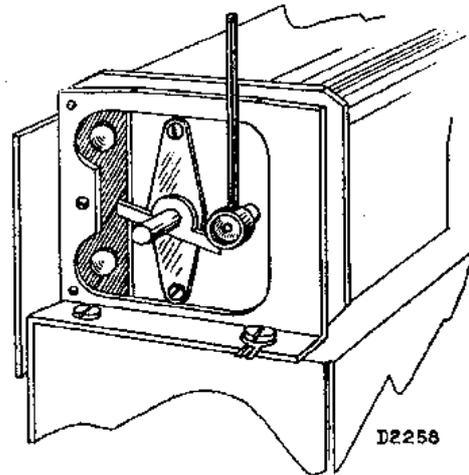

Abb. 4
2. 15°-Lehre anbringen (Abb. 4); Drehkondensator gegen Lehre drehen (kleine Kapazität).